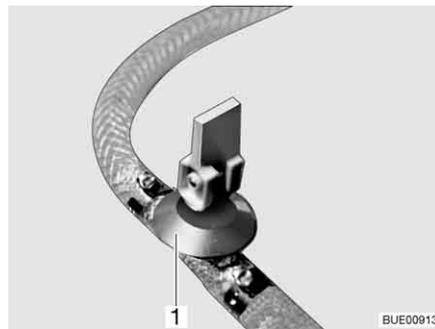
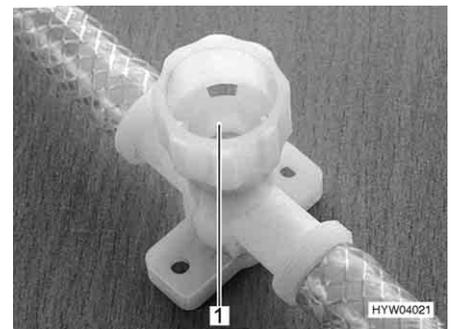

Fig. 227 Llave de desagüe (con balancín)
Fig. 228 Llave de desagüe (con tapa giratoria)
- Abrir todas las llaves de desagüe. Para esto, poner el balancín de la llave de desagüe (Fig. 227, 1) en posición vertical o girar la tapa de la llave de desagüe (Fig. 228, 1) en sentido contrario a las agujas del reloj.